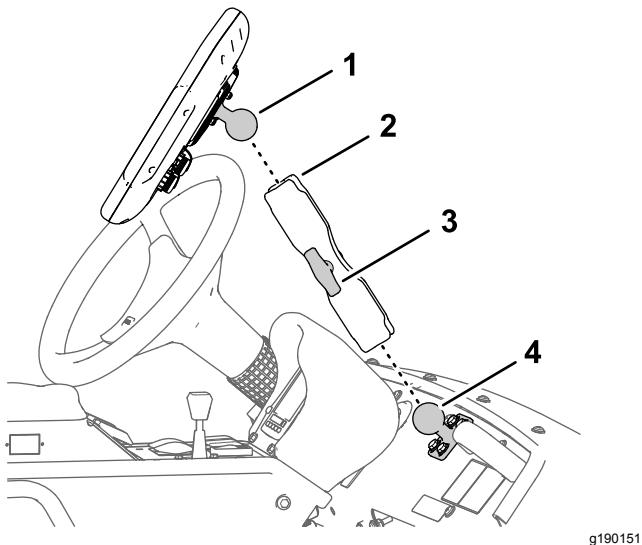

Figura 131
3. Allentate la manopola del braccio del monitor fino a quando non riuscite a infilare il perno orientabile a sfera per il raccordo nella parte posteriore del monitor dell'irroratrice e il perno orientabile a sfera per il supporto nel cruscotto nel braccio del monitor della presa (Figura 131).
4. Dal sedile di guida (sedile sinistro), regolate la posizione del monitor dell'irroratrice in modo da poter visualizzare con facilità il display (Figura 131).
5. Serrate la manopola per il braccio del monitor manualmente (Figura 131).